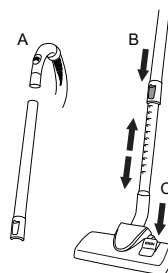

Figure 3A & B
2. Glissez les tuyaux rigides sur la poignée du tuyau souple; voir la figure 3A.